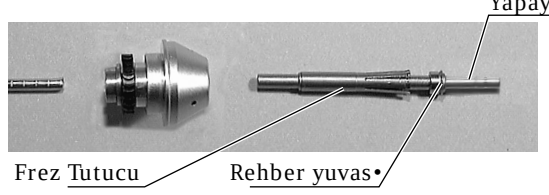

Fig.17
- (3) Rotor ağıt somununu söktükten sonra dikkatli bir şekilde boş frez kullanarak frez tutucusunu yerinden çıkartınız. Hem Yön bulucu pulu hemde Frez tutucu sökülebilir. (Fig. 17)